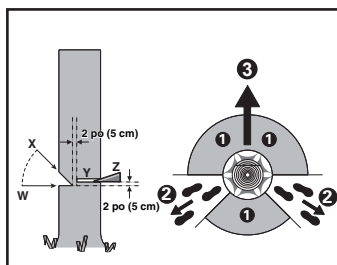

Figure 2
L'utilisateur de la scie à chaîne devrait se tenir sur le côté en amont du terrain, car l'arbre est susceptible de rouler ou glisser le long de la descente une fois qu'il est abattu. Un chemin de retraite doit être prévu et dégagé, au besoin, avant le début des coupes. Le chemin de retraite doit s'étendre en arrière et en diagonale à l'arrière de la ligne de chute prévue comme le démontre la figure 2.
Faites une entaille au tiers du diamètre du tronc sur le côté de l'arbre, perpendiculaire à la direction des chutes comme illustré à la figure 2. Commencez toujours par la coupe de l'entaille horizontale inférieure (W). Cela permettra d'éviter de pincer la chaîne de la scie ou le guide-chaîne lorsque vous effectuez la deuxième entaille (X).
Le trait d'abattage doit être au moins 2 po (5 cm) au-dessus de la l'entaille d'abattage horizontale, comme illustré à la figure 2.